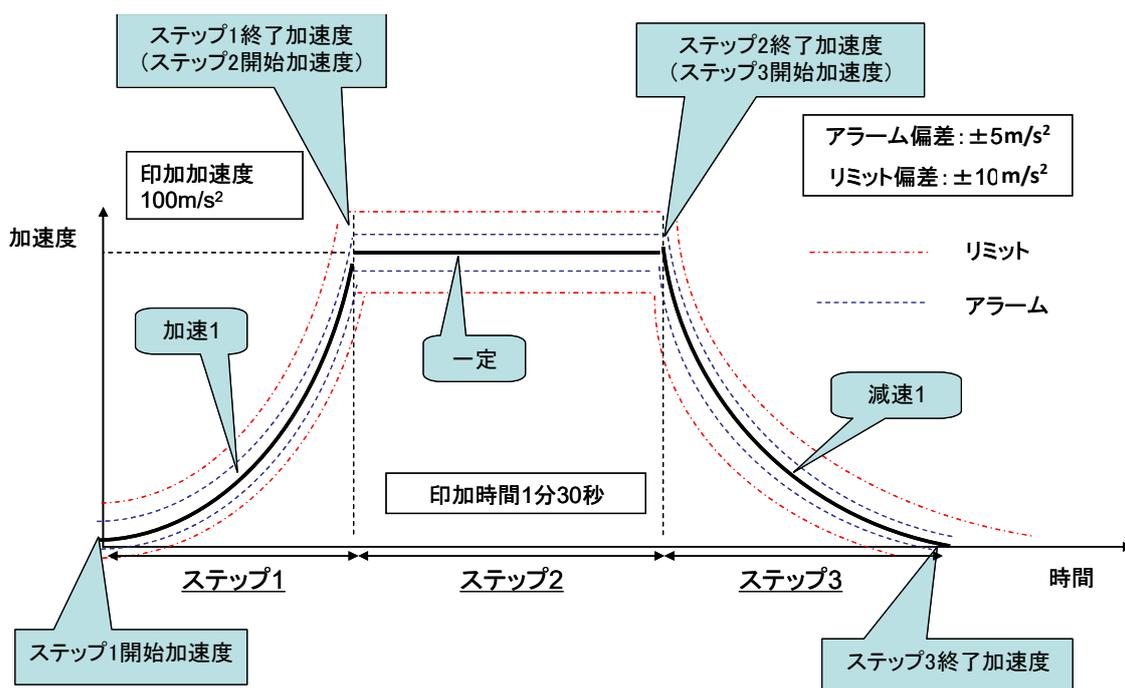
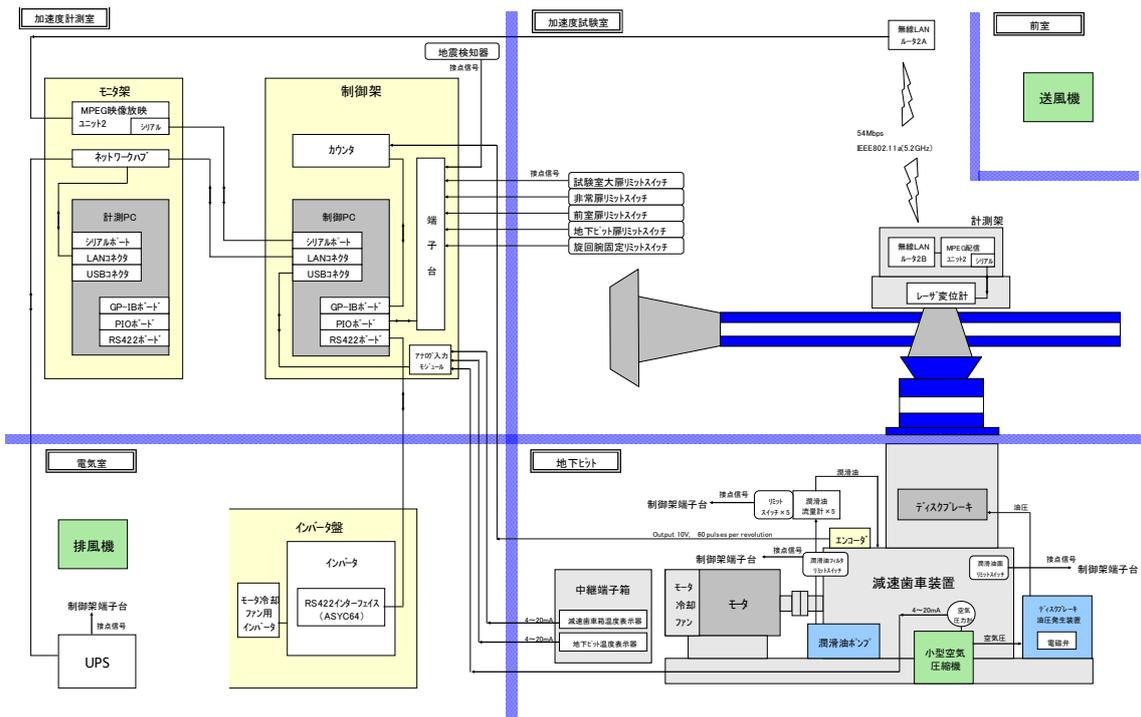

図2-2 ステップ概略図
図2-3 制御系構成図
- *1 旋回腕運転中に震度 5 強以上の地震が発生した場合は、設備を自動停止します（建物等に影響の出るような大きな地震が発生した場合、旋回腕が回転し続けると影響が拡大する恐れがあるため）。制御用 PC に組み込まれた制御プログラムでは、1 試験あたり最大 50 ステップ*2 まで任意に設定する事が出来ます。またアラーム*3、リミット*4 を任意に設定する事も可能です。図 2-2 にステップ概略図を、図 2-3 に制御系構成図を示します。